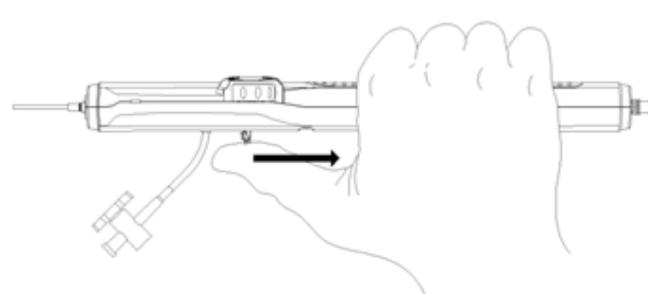

Figura 3 Despliegue del stent mediante palanca de despliegue
Para desplegar el stent se debe continuar tirando hacia atrás de la palanca de despliegue (12) [ver Figura 3]. El despliegue completo del stent se logra cuando su extremo proximal y los marcadores del stent proximal estén visiblemente posicionados a la pared del vaso.